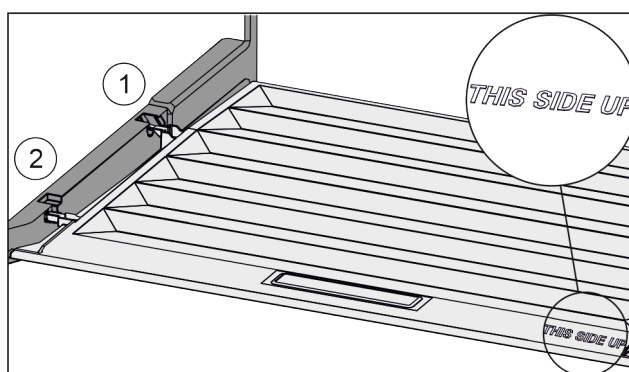

Fig. 95
- ▶ Introduceți nervura capacului prin orificiul suportului posterior Fig. 95 (1) și înclicetați-l în față în suport Fig. 95 (2).